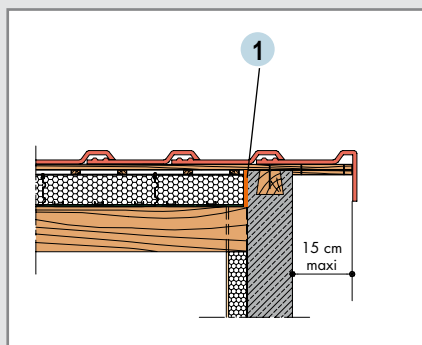

Fig. 21 : Rive encastrée entre pignons avec débord
- soit le panneau vient en butée sur le mur. L'habillage supportant la couverture ne pourra dépasser du pignon de plus de 15 cm (fig. 21),